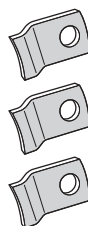

Bild 4
3 Spannkammern (Bild 4)
- 3 Spannkammern (Bild 4)